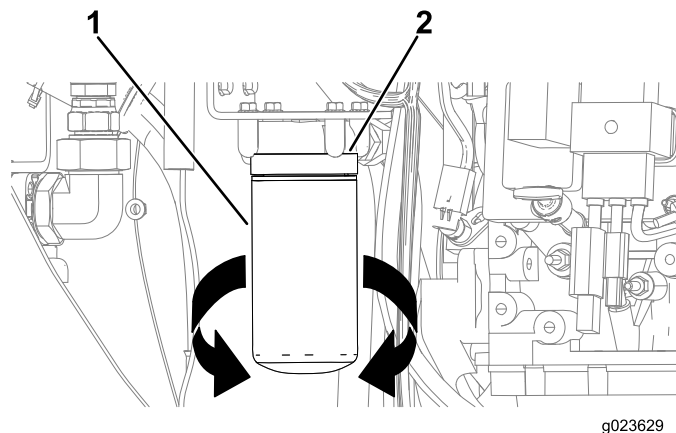

Рисунок 123
3. Установите поддон для слива или несколько отрезков ткани под масляный фильтр и переходник масляного фильтра (Рисунок 123).
4. Поверните масляный фильтр против часовой стрелки и снимите его (Рисунок 123).
8. Совместите масляный фильтр с переходником и поверните его по часовой стрелке, пока уплотнение масляного фильтра не войдет в контакт с переходником (Рисунок 123).
9. От руки затяните масляный фильтр еще на 1/2 оборота (Рисунок 123).